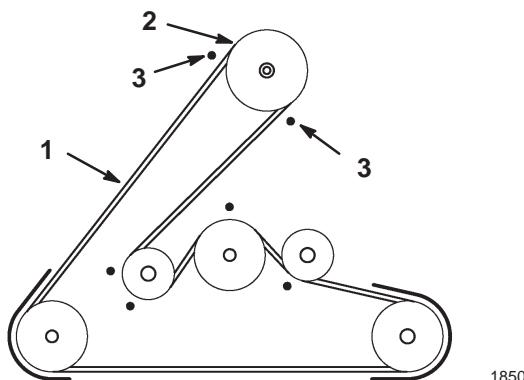

Figure 20
14. Enlevez la courroie du plateau de coupe de la poulie du moteur (Fig. 20). En procédant prudemment, il est possible d'écartier les guide-courroie de la poulie juste assez pour enlever la courroie. Si cela s'avère trop difficile, desserrez les boulons et les écrous de fixation des guide-courroie. Resserrez les boulons.